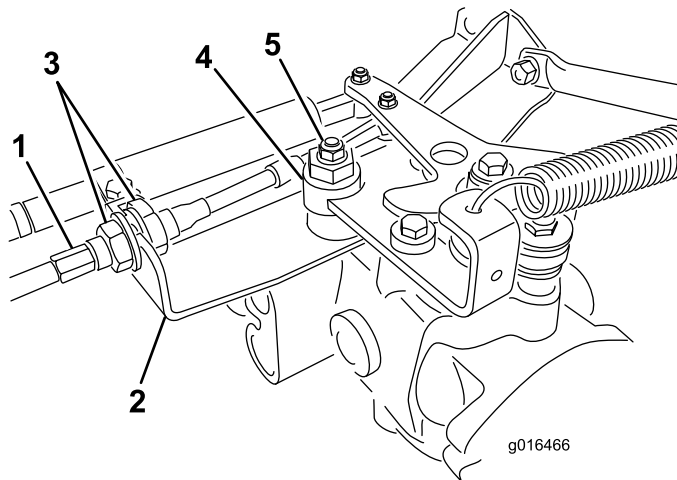

Figura 47
- A. Afloje las dos contratuercas que fijan el cable de control de tracción a la escuadra del hidrostato (Figura 47). Asegúrese de aflojar ambas contratuercas uniformemente, y lo suficiente como para permitir el ajuste.
Nota: Afloje la tuerca que sujeta el excéntrico a la parte superior del hidrostato (Figura 47).
- E. Cuando la rueda deje de girar, apriete la tuerca para bloquear el excéntrico y el ajuste (Figura 47).
- G. Desde cada lado de la escuadra, apriete las contratuercas uniformemente, fijando el cable de tracción a la escuadra (Figura 47). No tuerza el cable.